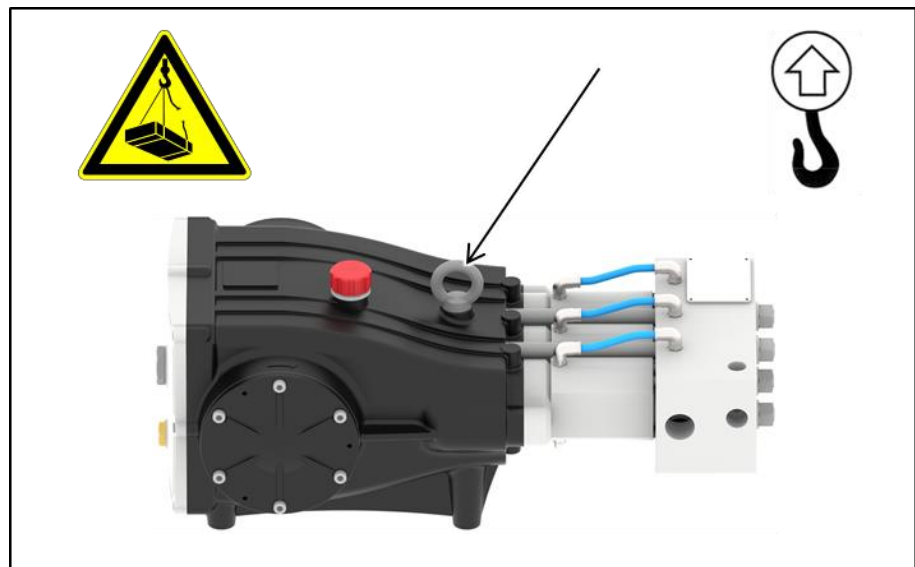

Figura 10: Anello di sollevamento
- Sollevare la pompa esclusivamente per il punto di imbracatura previsto per il trasporto (Figura 10).